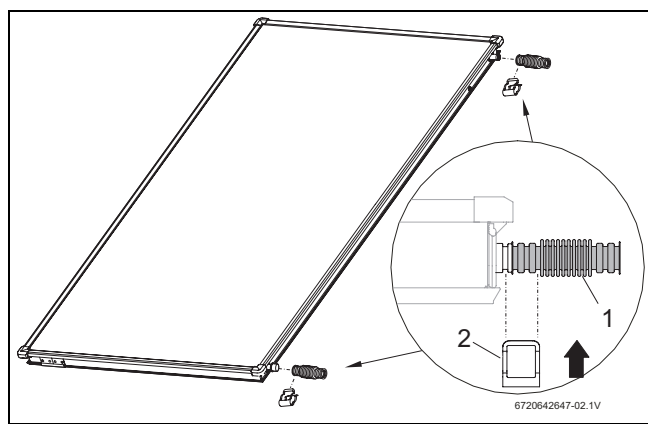

Fig. 34 Pré-montar el juego de conexión en el segundo captador
- Montar las uniones de tubo ondulado (Fig. 34, [1]) sobre las conexiones a la derecha del captador.
- Deslizar la abrazadera (Fig. 34, [2]) sobre la unión del tubo ondulado y la conexión del captador para asegurar dicha conexión.